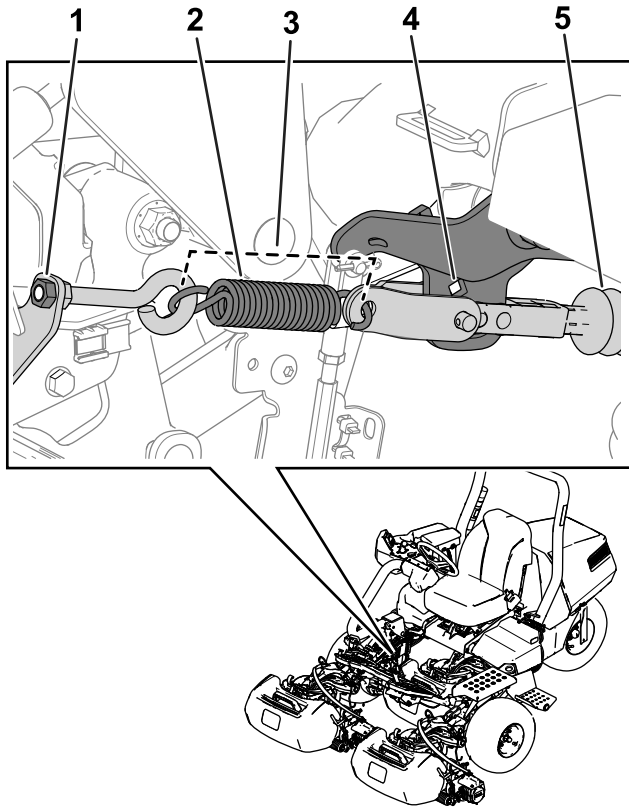

Figure 37
Remarque: Voir la Figure 37 pour cette procédure.
5. Détendez le ressort en desserrant l'écrou qui fixe le le boulon à œil au support du ressort (Figure 37).
3. Montez le ressort comme montré à la Figure 37.
4. Serrez l'écrou du boulon à œil de sorte que le ressort mesure 11,4 cm une fois en place (Figure 37).